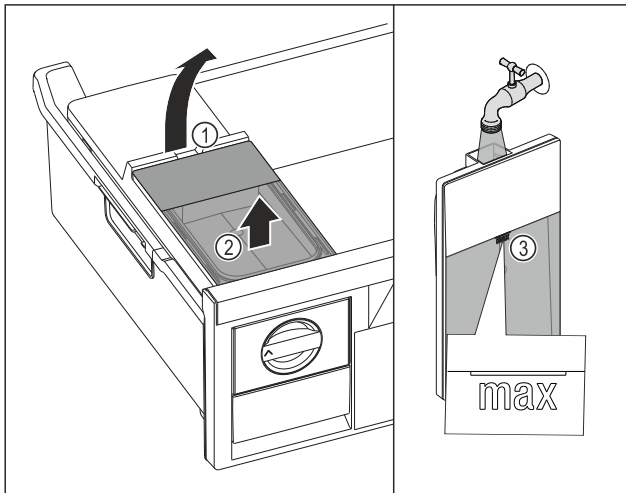

Fig. 126
- ▶ Wassertank an der Aussparung Fig. 126 (1) anheben.
- ▶ Wassertank nach oben entnehmen. Fig. 126 (2)
- ▶ Wassertank bis zur Markierung Fig. 126 (3) mit Trinkwasser befüllen.